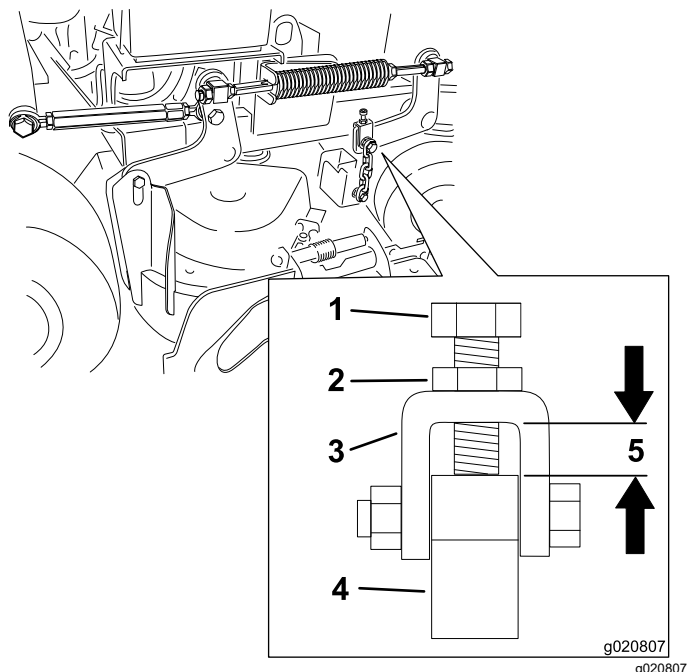

Figure 79
Remarque: L'écart doit être de 11 mm (7/16 po), comme montré à la Figure 79.
7. Desserrez l'écrou de blocage et ajustez le boulon de réglage de sorte à obtenir la distance correcte, comme montré à la Figure 79.